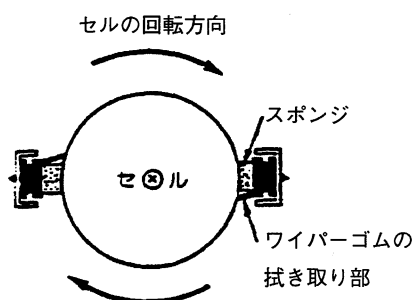

図4-25
- (4) (3)項の逆の方法で新しいワイパーゴムをワイパー板に差し込んで下さい。この時, 底から見て, 図4-25のようにセルの回転方向にワイパーゴムの拭き取り部がくるように取り付け方向に注意して下さい。